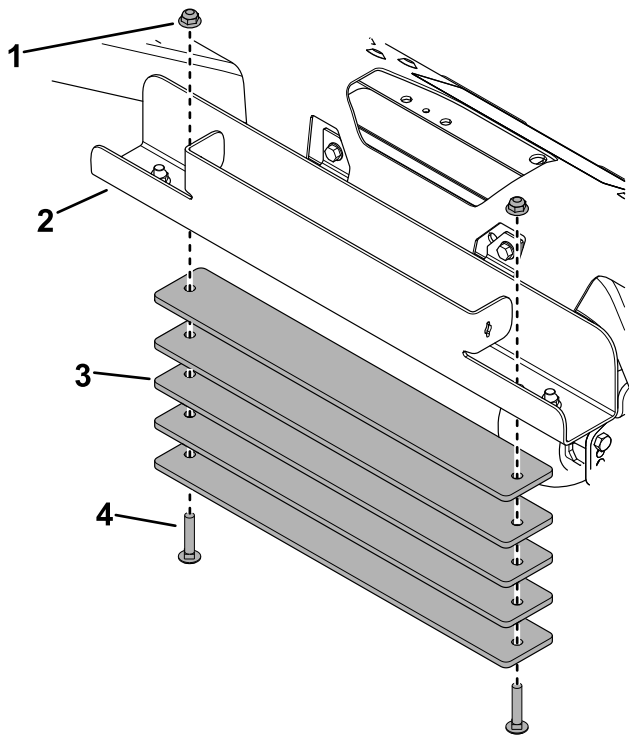

Figure 2
- Installez les 5 masses sous le logement de la masse (Figure 2).